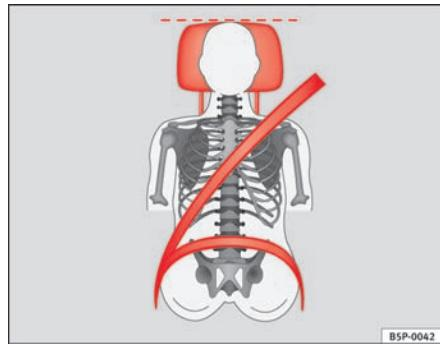

Fig. 12 Banda del cinturón y apoyacabezas ajustados correctamente, vistos de frente
- La banda del hombro debe pasar aproximadamente por el centro del mismo. El cinturón de seguridad debe quedar plano y bien ceñido a la parte superior del cuerpo ⇒ fig. 12.